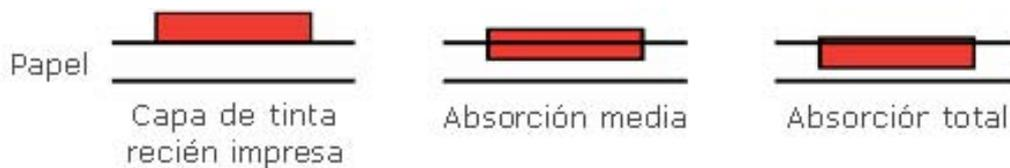

Fig. 13: proceso de secado de tintas por absorción.
- **Absorción.** Las tintas que se secan por este sistema tienen un gran contenido en aceites minerales. La tinta es absorbida por el soporte quedando húmeda dentro de él (fig. 13). Se emplea en periódicos, tebeos, formularios y otros papeles muy absorbentes.